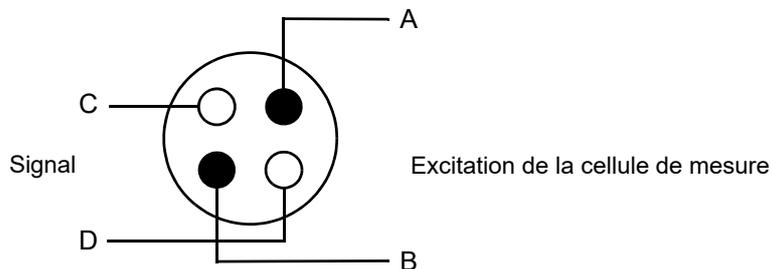

Figure 2-2. Disposition du câble de la cellule de mesure
- Le câble partant de la cellule de mesure **doit être un robuste câble quadripolaire**, voir Figure 2-2.